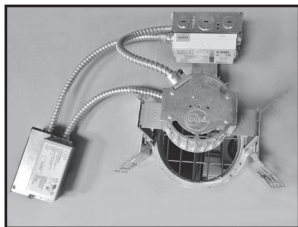

Figure 11
- Éloignez le circuit de sortie de l'ouverture du plafond ou du boîtier en le laissant tourné vers le haut (Figure 11).